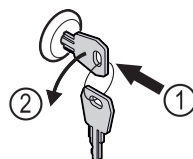

Fig. 161
- Sæt nøglen i. Fig. 161 (1)
- Drej nøglen 90° mod uret. Fig. 161 (2)